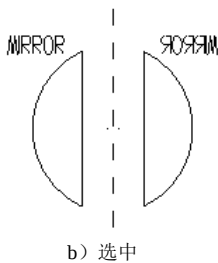

图 3.14.15 使用新的图案属性
- ☑ ☒ **使用新的图素属性** 复选框: 用于定义镜像图素的层别和颜色等参数。当选中此复选框时, **属性** 区域的其他参数方可显示, 如图 3.14.15 所示。